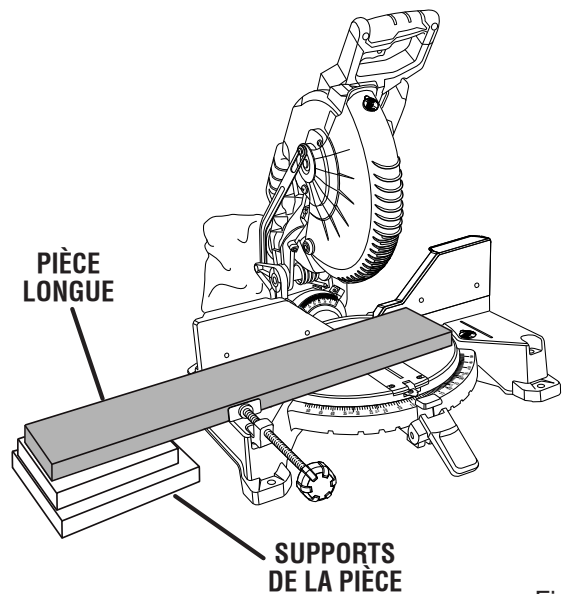

Fig. 30
- Lors de la coupe de planches ou de moulures longues, soutenir l'extrémité libre de la pièce avec un chevalet à rouleau ou un plan de travail se trouvant au même niveau que la scie. Voir la figure 30.
- Lors de la coupe de longues pièces ou moulures, retenez l'extrémité opposée de la pièce avec un support à rouleau ou une surface de travail de niveau avec la table de la scie. Voir la figure 30.
Voir la figure 30.